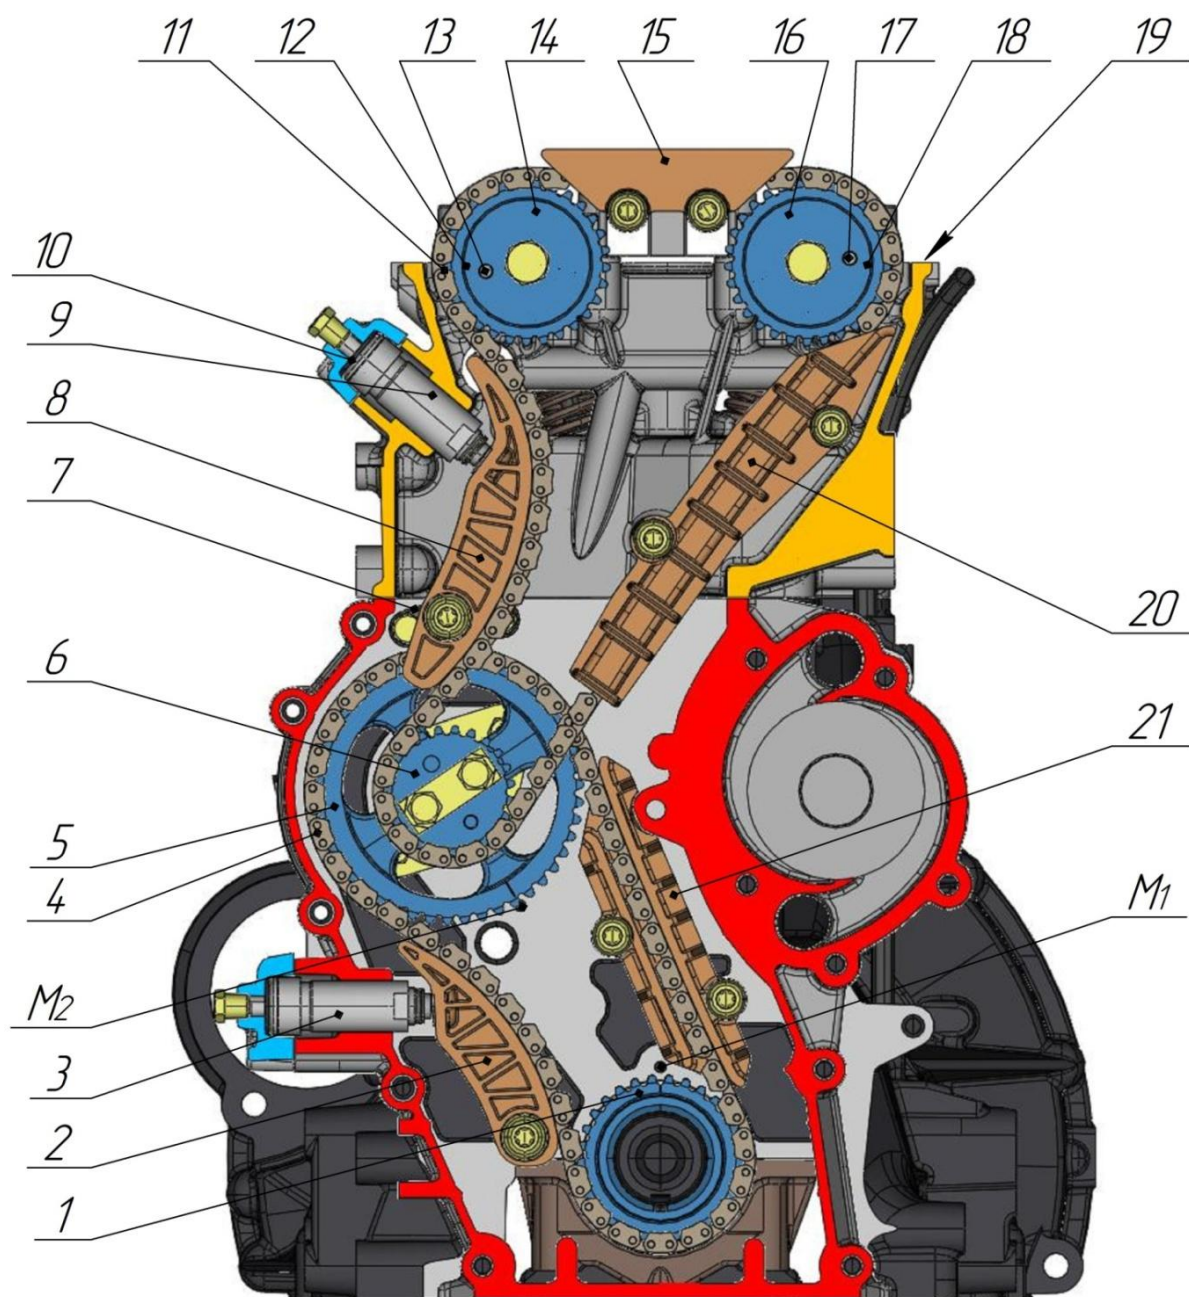

Рис.25. Привод распределительных валов зубчатыми цепями:
**Привод распределительных валов** осуществляется двумя зубчатыми цепями (рис.25).